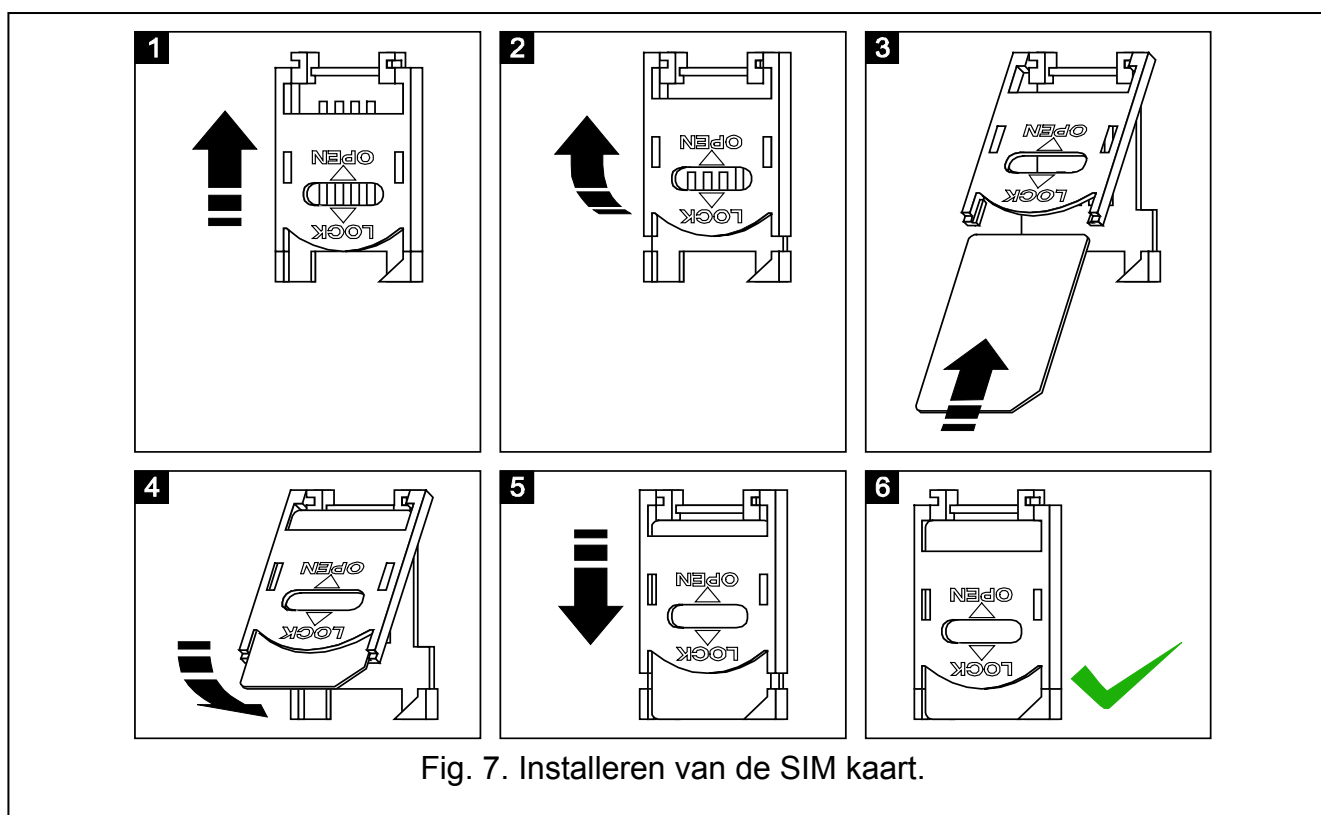

Fig. 7. Installeren van de SIM kaart.
11. Installeer de SIM kaart in de houder (zie: Fig. 7).